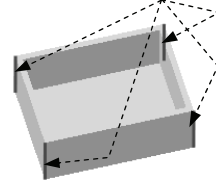

图 4.5.5 选取要撕裂的边
Step4. 选取要撕裂的边。在“转换为钣金”对话框的 **要撕裂的边** 区域中单击“撕边”按钮 ，在系统 **请选择要撕裂的边或边的集合。** 的提示下，选取图 4.5.5 所示的四条边线为要撕裂的边。